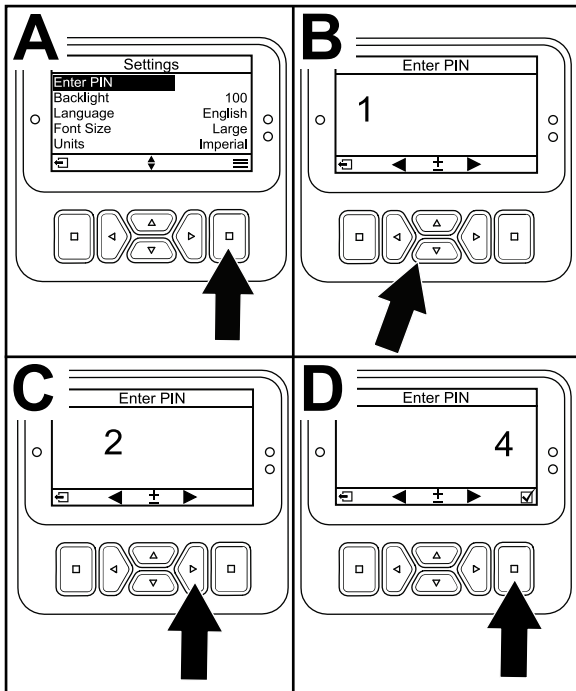

Bild 25
3. Drücken Sie für die Eingabe des PIN-Codes die auf/ab Navigationstasten Bild 25, bis die erste korrekte Ziffer angezeigt wird; drücken Sie dann die rechte Navigationstaste Bild 25, um auf die nächste Ziffer (B und C) zu gehen. Wiederholen Sie diesen Schritt, bis Sie die letzte Ziffer eingegeben haben.